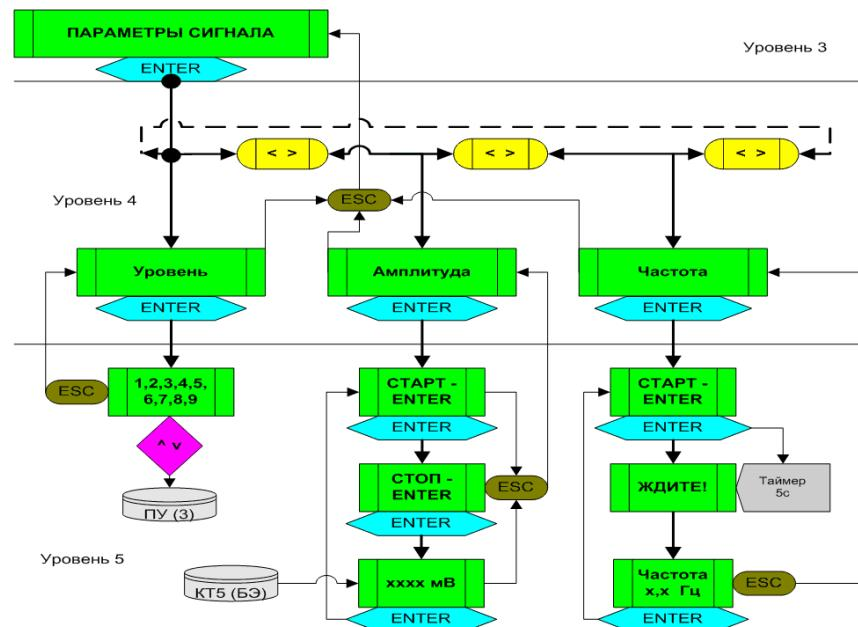

Рис. 3.2. Структурная схема раздела **«ПАРАМЕТРЫ СИГНАЛА»** системного меню ПУ
3.2.2.4. Раздел **«ПАРАМЕТРЫ СИГНАЛА»** при нажатии клавиши «ENTER» переходит в 3 подраздела (4-й уровень системного меню): **«Уровень»**, **«Амплитуда»**, **«Частота»**. Переход между подразделами осуществляется с помощью клавиш «→» или «←». Переход на более высокий уровень осуществляется с помощью клавиши «ESC». На рис. 3.2. представлена структурная схема раздела **«ПАРАМЕТРЫ СИГНАЛА»**.
Для измерения резонансной частоты в системном меню (основного уровня) предусмотрен раздел «ПАРАМЕТРЫ СИГНАЛА», в который входят 3 подраздела (рис. 3.2.). Процесс измерения начинается с подраздела «Амплитуда», в
- 3.2.4.3. В разделе системного меню «ПАРАМЕТРЫ СИГНАЛА» (рис. 3.2.) нажать клавишу «ENTER» и войти в подраздел «Уровень», перейти (с помощью клавиши «→») в подраздел «Амплитуда».